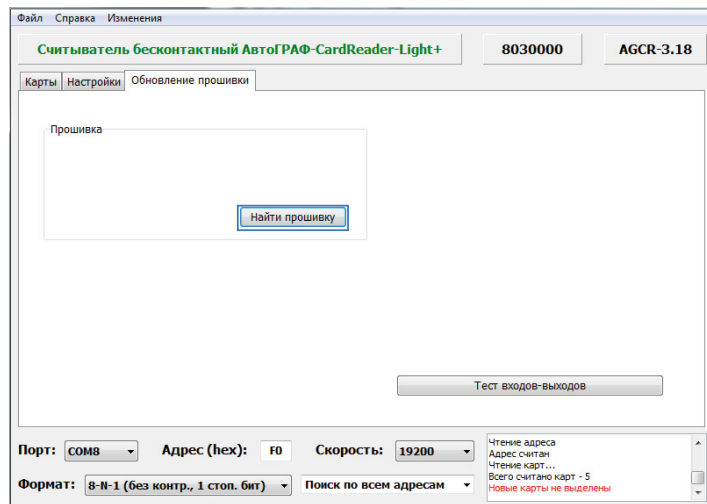

Рис.12. Обновление прошивки.
- открыть созданный файл. Скопировать из этого файла команды из раздела «Карты и их число» (Рис.12) в новый текстовый файл и сохранить этот файл, затем изменить расширение нового текстового файла из .txt в .atc. Имя файла может быть произвольным. При копировании необходимо скопировать только команды, без комментариев (заголовков);